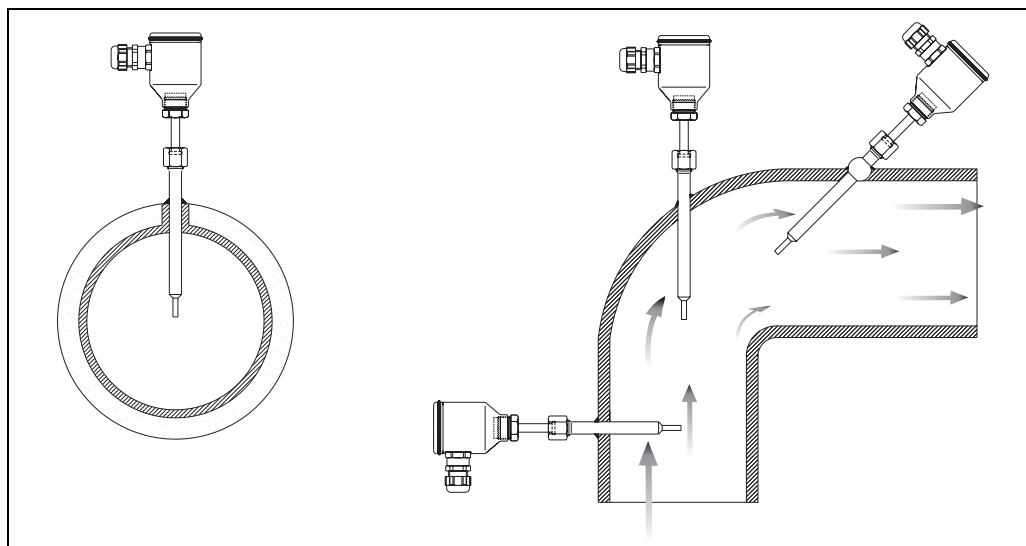

Fig. 2: Soluzioni di installazione generali per TR 47
In entrambi i sensori la profondità di immersione può influire sull'accuratezza della misura. Se la lunghezza d'immersione risultasse insufficiente, si potrebbe generare un errore nella temperatura rilevata dovuto alle temperature del fluido di processo più basse in prossimità delle pareti e al trasferimento di calore attraverso lo stelo del sensore. L'incidenza di tale errore può essere non trascurabile nel caso in cui sia presente una notevole differenza tra la temperatura del processo e la temperatura ambiente. Per evitare l'insorgere di questa imprecisione, la lunghezza di immersione (L) deve essere, ove possibile, pari a minimo 80 mm. Nei tubi di diametro ridotto, il puntale della sonda dovrebbe raggiungere e, se possibile, superare leggermente l'asse della tubazione (fare riferimento alle fig. 2 e 3).
L'isolamento della parte esterna del sensore riduce l'effetto della bassa immersione. Un'altra soluzione potrebbe essere rappresentata da un'installazione inclinata (vedere figure 2 e 3).